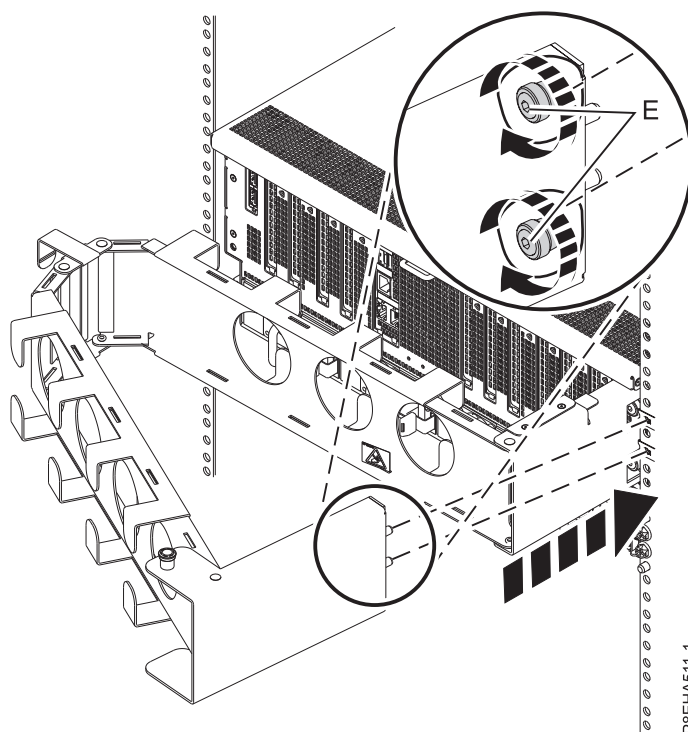

Figure 20. Fixation de la plaque extérieure aux glissières
3. Fixez la plaque extérieure aux glissières à l'aide de deux vis captives (E), comme illustré à la figure 20.